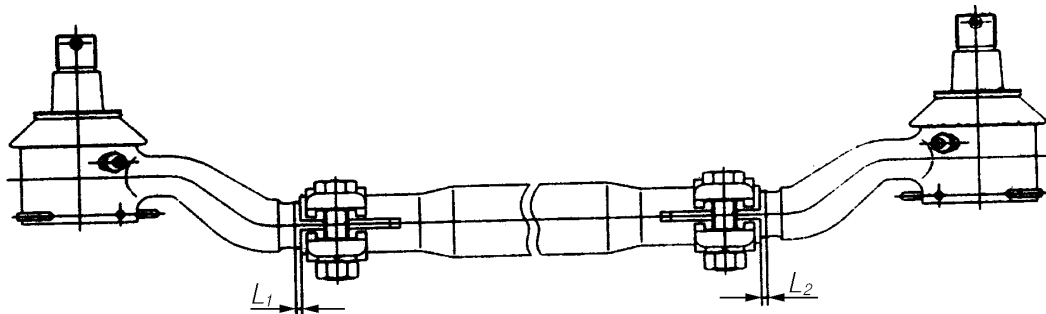

Рис. 29. Поперечная рулевая тяга
3. Перед установкой поперечной рулевой тяги в шарниры заложить смазку Литол-24. По завершении установки палец шарнира должен двигаться в любом направлении без заедания. Разница размеров L_1 (рис. 29) и L_2 не должна превышать 3 мм.